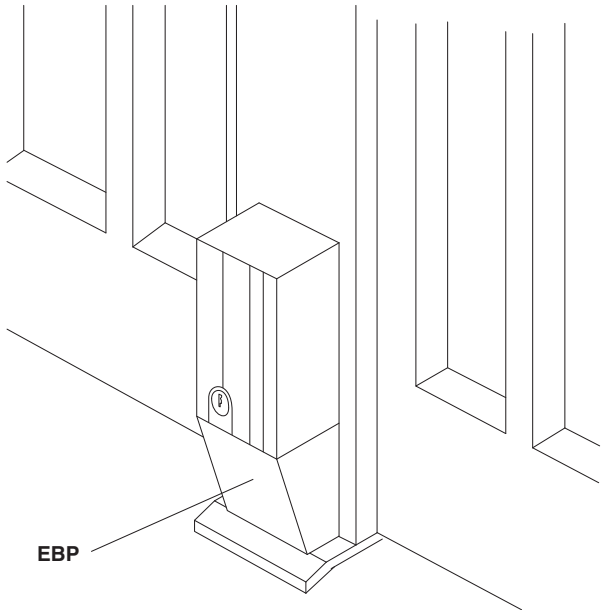

Fig. 18
8) MONTAGGIO DEL PRESSACAVO (fig.18)